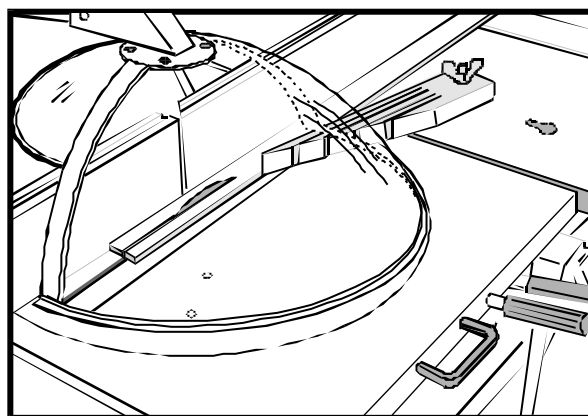

Bild 19
- Använd Tillhållaren vid klyvning av smala lister. se bild 19.